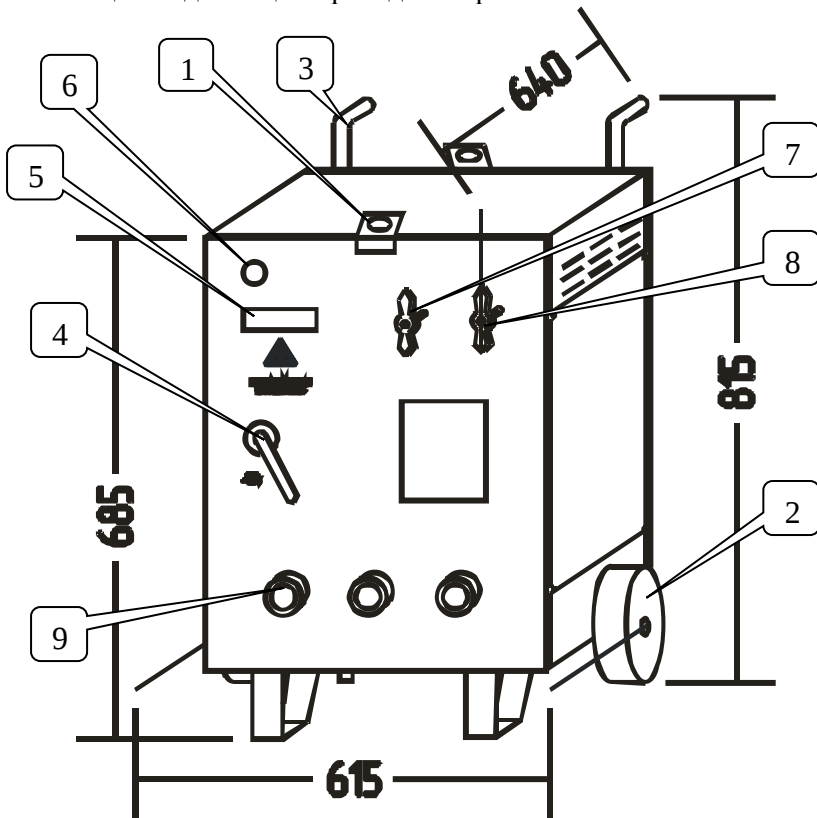

Рис. 1
4.1 Общий вид станции приведен на рис. 1.
Станция (рис.1) состоит из сухого 3-х фазного понижающего трансформатора, установленного внутри корпуса. Станция оснащена рым-скобами поз.1, колесами поз.2, ручками поз.3, 5-ти жильным сетевым кабелем поз.4, анкерка которого осуществляется сальником. На кабеле установлен разъем, через который станцию подключают к
5.11. При подъеме станции ее необходимо стропить за рым-скобы (рис.1, поз.1).
6.7. При помощи токовых клещей убедиться, что ток нагрузки в проводах, подключенных к зажимам поз.9 рис.1, не превышает 145 А в каждом проводе.